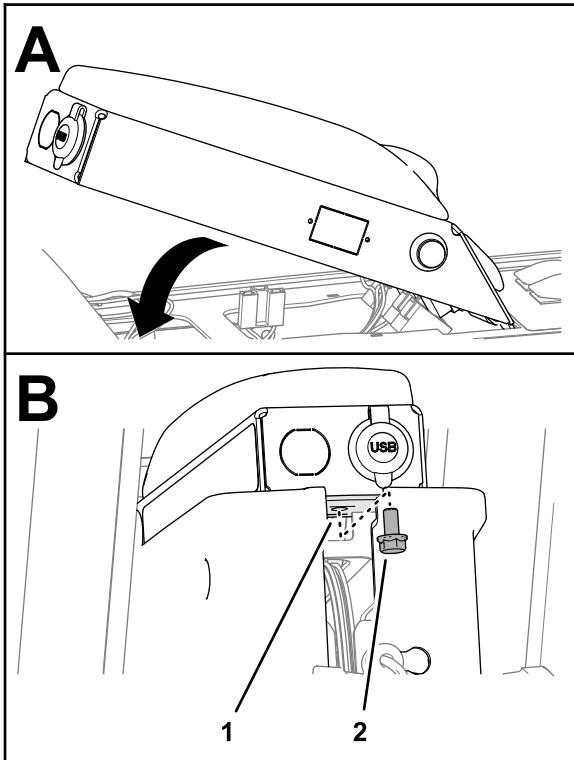

図 109
1. アームパネルの前面にあるタブをコンソールフレームのスロットに合わせて、アームパネルを下に回転させます(図 109)。
2. フランジヘッド止めネジ( $5/16 \times 5/8"$ )を使って、アームパネルをコンソールフレーム(図 109)に固定します。